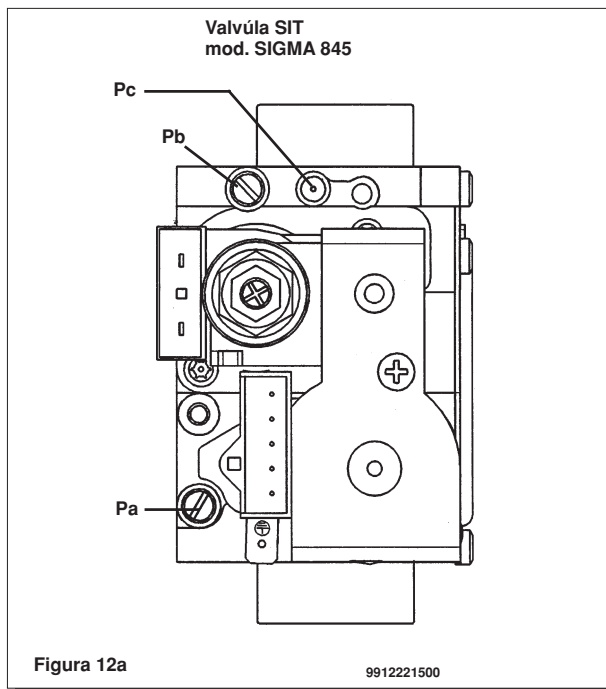

Figura 12a
- conecte a tomada de pressão positiva de um manómetro diferencial, possivelmente de água, à tomada de pressão (Pb) da válvula do gás (figura 12a). Para os modelos 240 i, utilize a tomada de pressão (3) do tubo de alimentação do gás. Conecte, apenas para os modelos com câmara estanque, a tomada negativa do mesmo